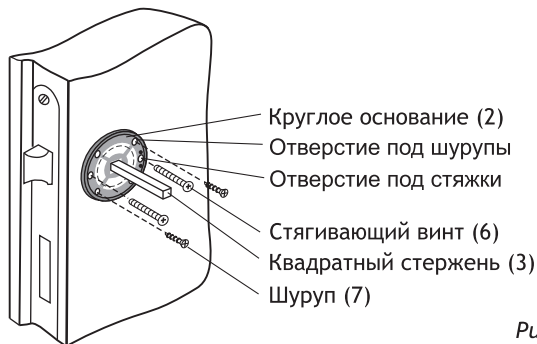

Рис. 1
1. Установку дверных ручек (1) следует производить после установки внутреннего механизма (в комплект не входит, приобретается отдельно);
2. Вставьте квадратный стержень (3) в дверное полотно. Оденьте на него круглое основание (2) см. рис. 1 ;